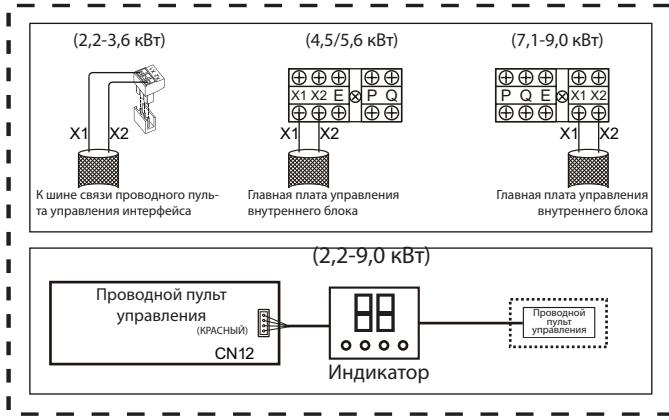

Рис. 8.10
- Разъемы X1, X2 по бокам основной платы управления и разъем односторонней связи (со стороны платы дисплея) предназначены для различных типов проводных пультов ДУ (см. рис. 8.10).